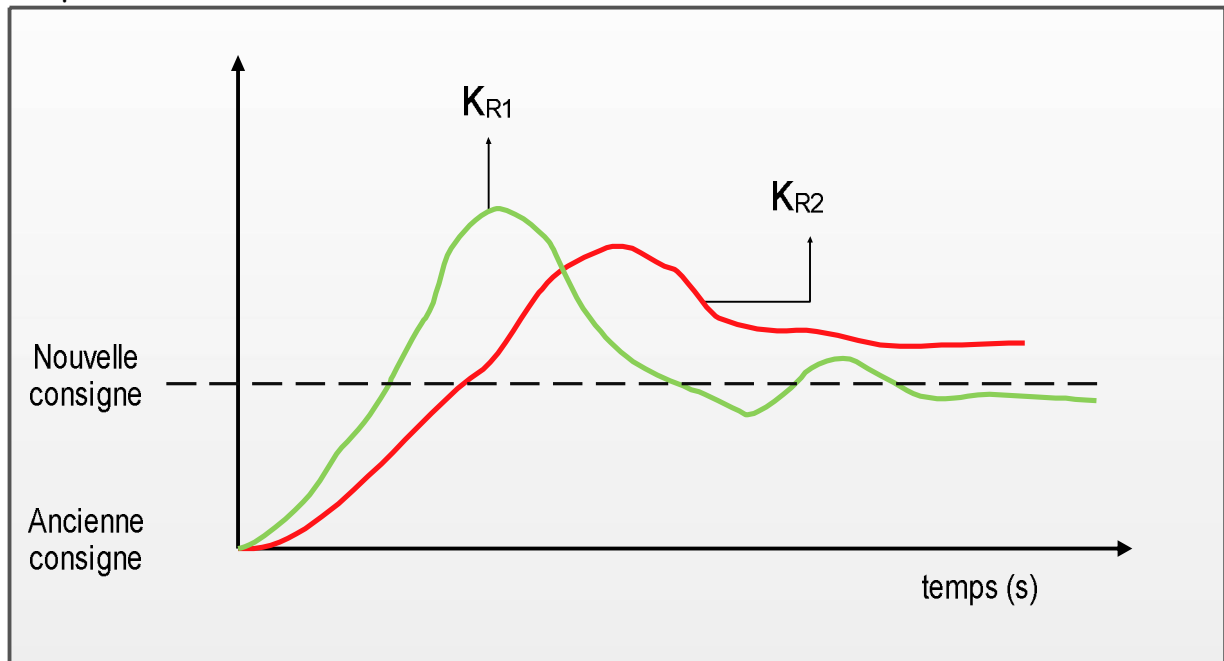

Figure 2 : Régulation proportionnelle du niveau dans l'évaporateur de jus sucré
4.2- Le régulateur LC est configuré en action proportionnelle seule (P). Pour estimer une valeur du gain correcte de ce régulateur et donc de son action proportionnelle (P), nous avons effectué un changement de consigne de + 10% (Figure 2), pour deux valeurs différentes du gain K_R de ce régulateur.